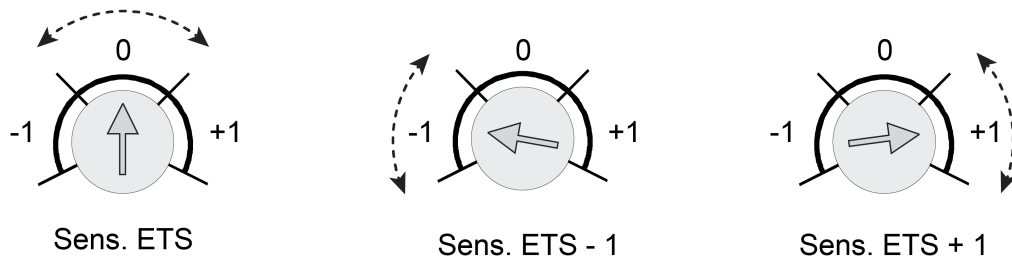

Bild 21: Beispiel zu den Einstellbereichen des Empfindlichkeitseinstellers am Gerät
- (7) Schiebeschalter zur Vor-Ort-Bedienung (Einstellung der Betriebsart und Aktivierung des Programmiermodus (siehe Seite 26))
- (8) Programmier-Taste (rot)
- (9) Empfindlichkeitseinsteller
- (10) Designabdeckung für Schiebeschalter (Bedienelement)
- (12) Taste "ON" zur Betriebsartenumschaltung und zur Aktivierung des Programmiermodus (siehe Seite 26)
- (13) Taste "OFF" zur Betriebsartenumschaltung
Die Empfindlichkeit der Bewegungserfassung, die ein Maß für die Reichweite der PIR-Auswertung ist, kann getrennt für die beiden PIR-Sektoren in der ETS parametrierbar und ist darüber hinaus vor Ort am Gerät nach der Inbetriebnahme veränderbar. Hierzu verfügt das Gerät über den Einsteller (9), der das Verändern der parametrierbaren Empfindlichkeitseinstellung aller PIR-Sektoren ermöglicht. Die Empfindlichkeit kann durch den Einsteller um maximal eine Stufe verringert oder erhöht werden (Bild 21).